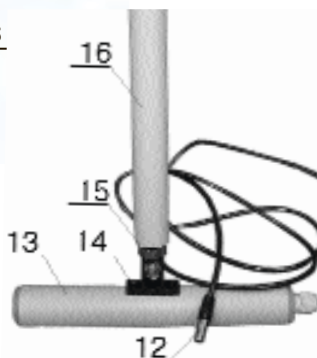

Рис. 1
«КП»(контроль питания) при этом режиме на стрелочном индикаторе индицируются показания разряда элементов питания. Элементы питания разряжены, если стрелка индикатора вышла за пределы красного сектора, и полностью разряжены, если стрелка индикатора левее отметки « 2 дБ» черного сектора индикатора. Переключателем выбора частоты среза поз.2 рис.1 выбирается частота среза фильтров в режимах «ФНЧ», «ПФ» течеискателя в десяти частотных диапазонах.
По стрелочному индикатору поз.3 рис.1 оператор контролирует максимальное показание сигнала, подаваемое на головные телефоны. Особенно полезен стрелочный индикатор в режиме трассоискателя, так как по стрелочному индикатору более точно определяется местоположение трассы, чем по звуковому сигналу в головных телефонах оператора. Ручки поз.8 и 9 рис.1 предназначены для регулировки усиления приемника, при выводе информации на головные телефоны и на стрелочный индикатор.
Для исключения влияния импульсных помех на приемник, в приборе предусмотрен индикатор пиковой перегрузки приемника поз.6 рис.1. Прибор будет работать с искажением, если индикатор поз.6 рис.1 будет находиться в светящемся состоянии.
- включить переключатель режима работ поз.5 рис.1;
переключатель поз.5рис. 1 установить в положение «ШП»;